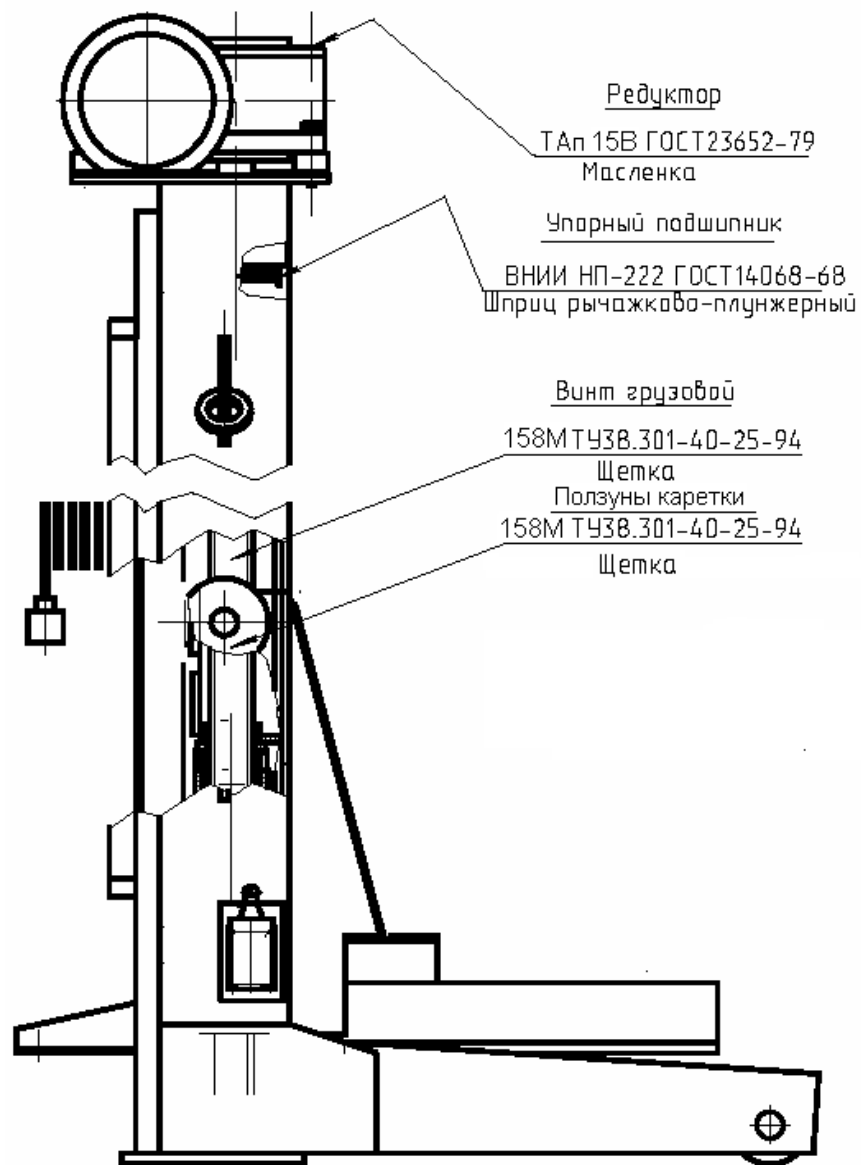

Рис. 6. Карта смазки стойки подъемника ПП-10
6.2.2 Для ревизии состояния смазки трущихся деталей (см. карту смазки на Рис. 6), в каждой стойке необходимо:
- произвести смазку стоек подъемника в соответствии с картой смазки (см. Рис. 6).